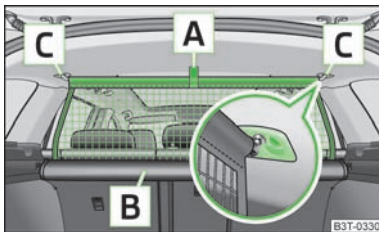
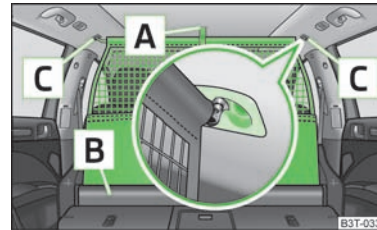

Abb. 79
Abb. 80
- Sich überzeugen, dass die Querstange in den Aufnahmen **C** » Abb. 79 bzw. » Abb. 80 in der vorderen Stellung eingesteckt ist!
- › Die Netztrennwand an der Lasche **A** » Abb. 79 aus dem Gehäuse **B** in Richtung der Halterungen **C** ziehen.
- › Die Querstange erst auf der einen, dann auf der anderen Seite etwas nach hinten ziehen und aus den Aufnahmen **C** » Abb. 79 nehmen.
- › Die Netztrennwand an der Lasche **A** » Abb. 80 aus dem Gehäuse **B** ziehen.